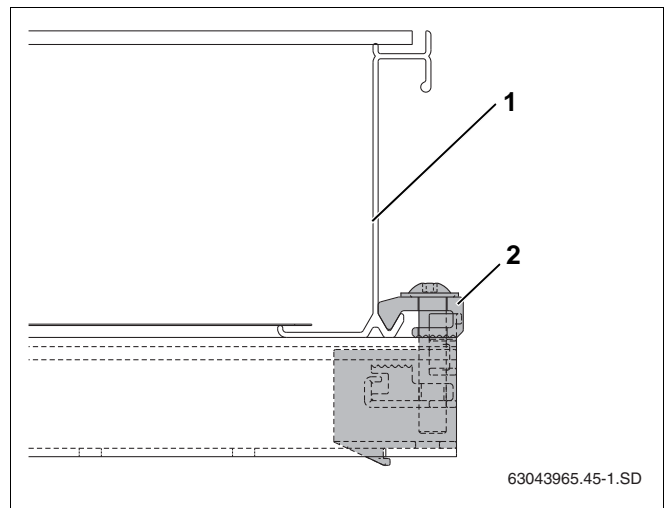

Fig. 43 Fastskruet ensidet opspændingsanordning
- ▶ Skub forsigtigt solfangeren (fig. 43, **pos. 1**) på den ensidede opspændingsanordning, og juster vandret.
- ▶ Skru den ensidede opspændingsanordning (fig. 43, **pos. 2**) fast med nøgle SW5.
Opspændingsanordningens nedholder (fig. 43, **pos. 2**) griber nu ind i den nederste solfangerkant.